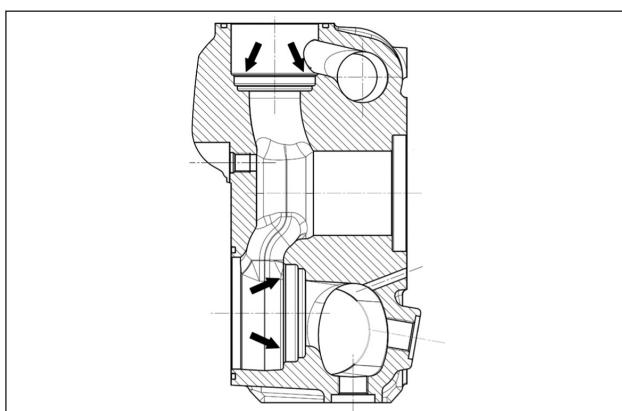

Fig. 143
Prima di riposizionare i gruppi valvola pulire ed asciugare perfettamente i relativi alloggiamenti nella testata indicati dalle frecce (pos. ①, Fig. 143).